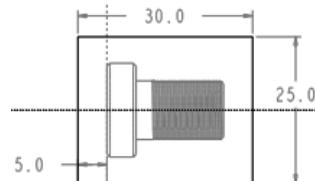

图 24.3 截面草图
(1) 选择命令。单击 **模具** 功能选项卡 **形状** ▾ 区域中的  **拉伸** 按钮。
(2) 创建实体拉伸特征。
① 定义草绘截面放置属性。在绘图区中右击，从系统弹出的快捷菜单中选择 **定义内部草绘...** 命令。选择 **MOLD_RIGHT** 基准平面作为草绘平面，草绘平面的参考平面为 **MAIN_PARTING_PLN** 基准平面，方位为 **上**，单击 **草绘** 按钮，至此系统进入截面草绘环境。
② 绘制截面草图。进入截面草绘环境后，选取 **MOLD_FRONT** 基准平面和 **MAIN_PARTING_PLN** 基准平面为草绘参考，截面草图如图 24.3 所示；单击“草绘”操控板中的“确定”按钮 。